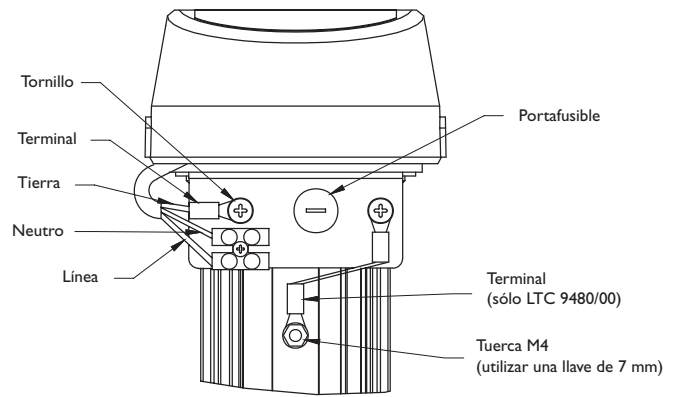

FIGURA 8: Conexiones de alimentación - Unidades sin ventilador
4. Se incluye un conector roscado/terminal para conectar una puesta a tierra de seguridad. Para conectar el cable de puesta a tierra de seguridad (verde de 115 voltios, verde/amarillo de 230 voltios), destornille en primer lugar el terminal, pele el cable de puesta a tierra y asegúrelo al terminal. Conecte el terminal al soporte con el tornillo M4 x 10 suministrado. (Los modelos LTC 9480/00 utilizan una tuerca M4 para atornillar el terminal a la base.) Vea la Figura 8.